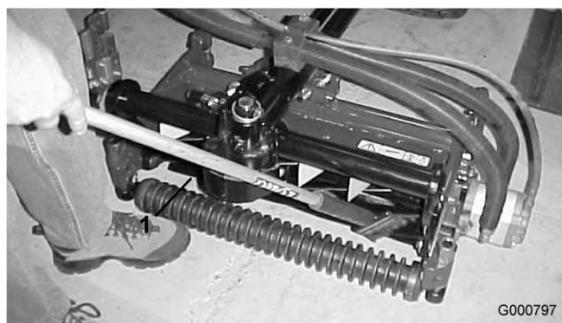

Figura 83
8. Spalmate il preparato per lappatura con un pennello dal manico lungo (n. cat. Toro 29-9100). Non usate mai un pennello dal manico corto (Figura 83).